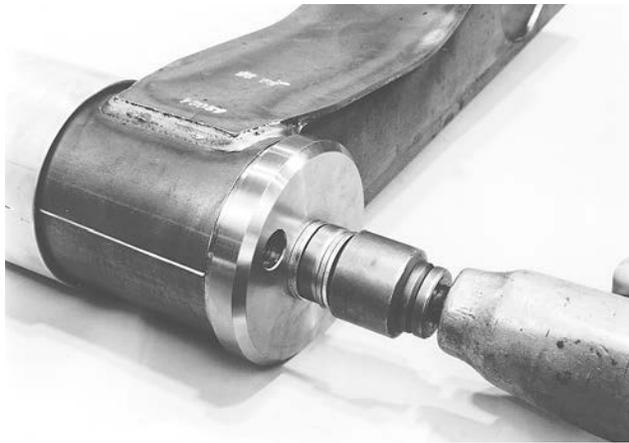

Figura 39: Instalación del buje con pistola de impacto
12. **Utilizando** una pistola de impacto de $3/4$ -pulg. y un dado de servicio severo de $1^{11}/16$ -pulg. (seis-puntos), **instale** el buje girando el tornillo hexagonal a la derecha (Figura 39).